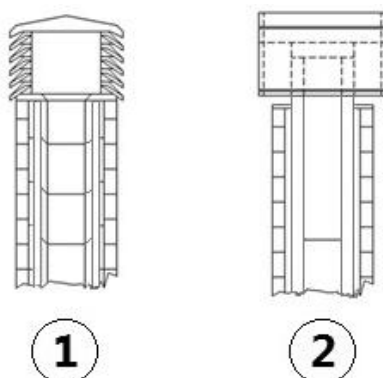

Fig. 5 - Nasady kominowe wiatroodporne
- Zaleca się przygotowanie wiatroodpornej nasady kominowej, patrz **Fig. 5**.
- Zewnętrzny kanał dymowy wykonany wyłącznie z izolowanych przewodów rurowych inox z podwójną ścianką minimalnie $\varnothing 100/120$ mm: całość dobrze przymocowana do ściany. Z nasadą kominową wiatroodporną (patrz Fig. 5).